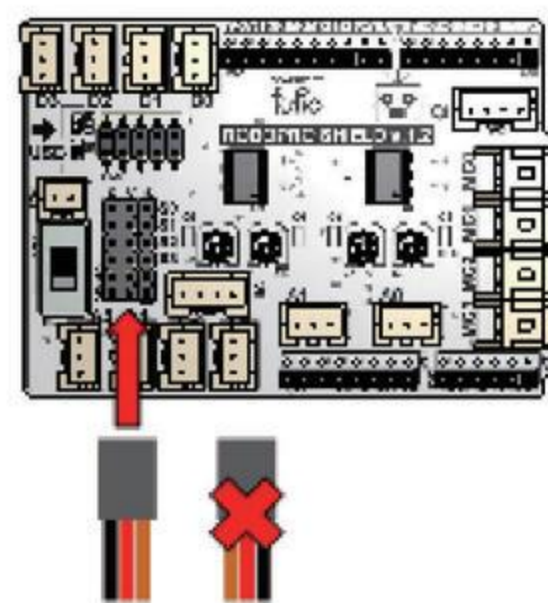

図1-11 サーボモーターのコネクターの接続
- ・ロボプロシールドの **S0** 端子にサーボモーターのコネクターを接続する（**図1-11**参照）。